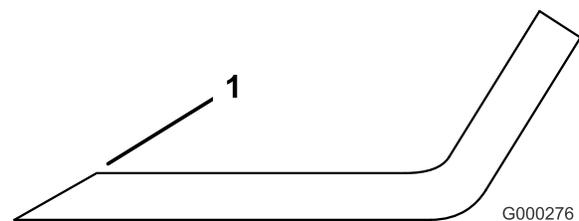

Figure 60
- Au moyen d'une lime, aiguiser les tranchants aux deux extrémités de la lame (Figure 60).